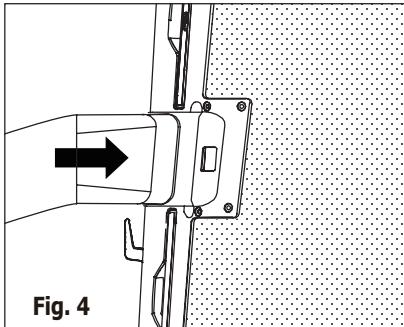

Fig. 4
2. Skjut in adaptern A i hålet på enheten som visas på Fig. 4.